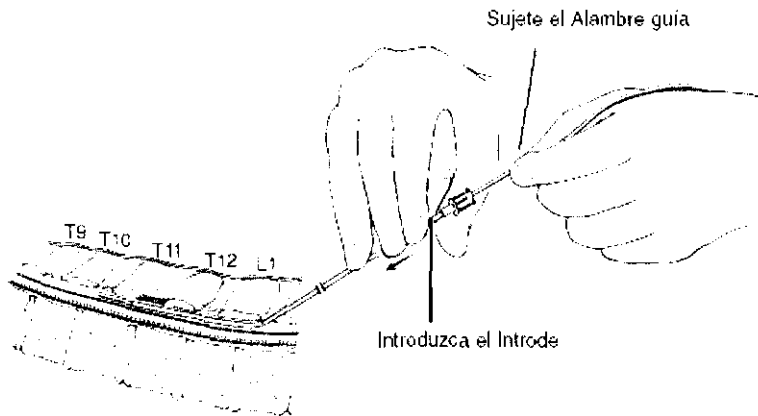

FIGURA 9
6.\* Introduzca la guía Introde por el extremo proximal del alambre guía en el mismo ángulo que la aguja anteriormente colocada (no más de 30°) (Figura 9). Con la ayuda de una imagen radioscópica, avance la guía Introde hacia el espacio epidural hasta la posición destino. Quizás sea necesario girar la guía Introde a medida que atraviesa el ligamento amarillo.